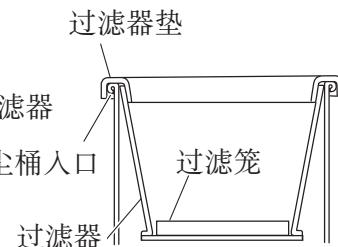

图 18
(3) 检查過滤器垫是否放在集尘桶的人口处。(参照图 18)
(4) 检查過滤笼是否在過滤器的底部。(参照图 18)